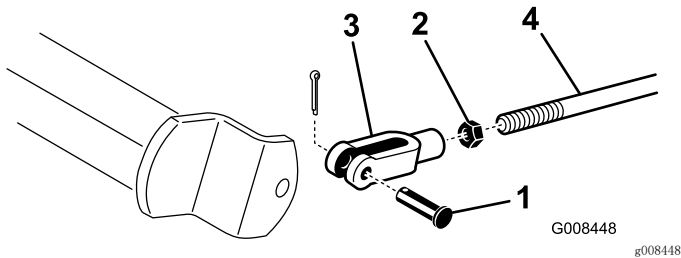

图 46
- A. 取下开口销和柱销，断开刹车杆（图 46）。
- B. 松开锁紧螺母，并相应调节 U 形销（图 46）。
- C. 将 U 形销装回刹车轴（图 46）。